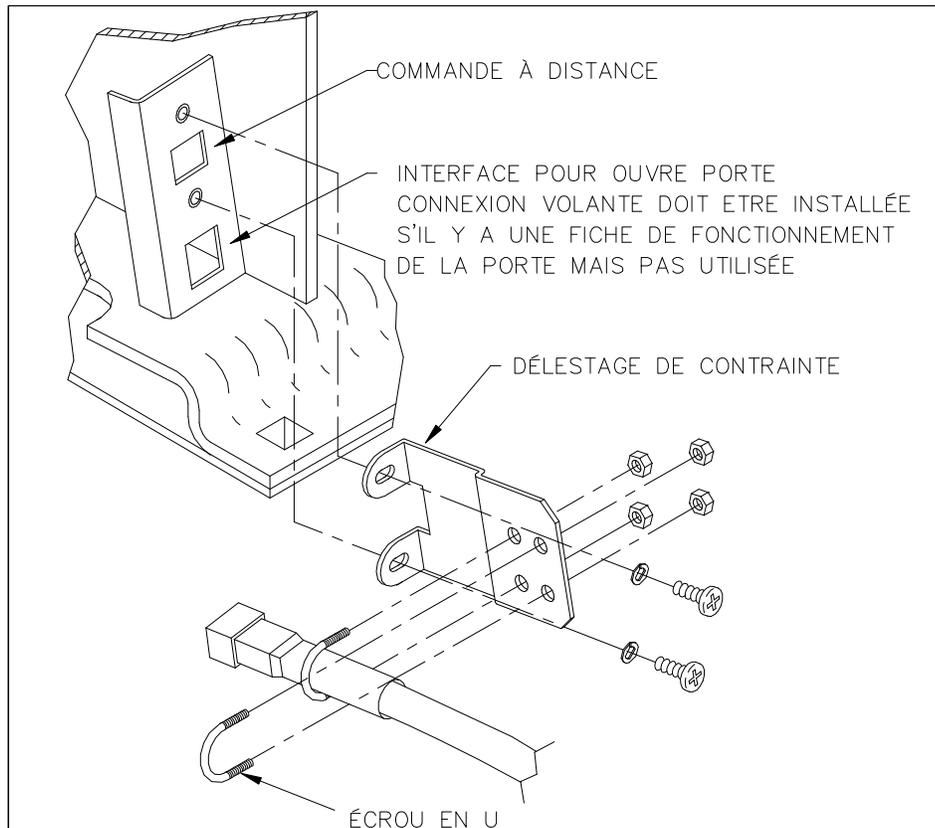

FIGURE 2-12: DÉLESTAGE ET CÂBLE DE LA COMMANDE
- f. Référez à la **Figure 2-12** (prochaine page). Installez dans l'élèveur la prise de la boîte de contrôle RICON approprié. Attachez le câble de contrôle au plancher à l'aide de l'attache de câble fournie.
NOTE: Référez à la **Figure 2-12**. Pour les applications où la commande à distance est utilisée, il est essentiel que le délestage de contrainte soit installé.